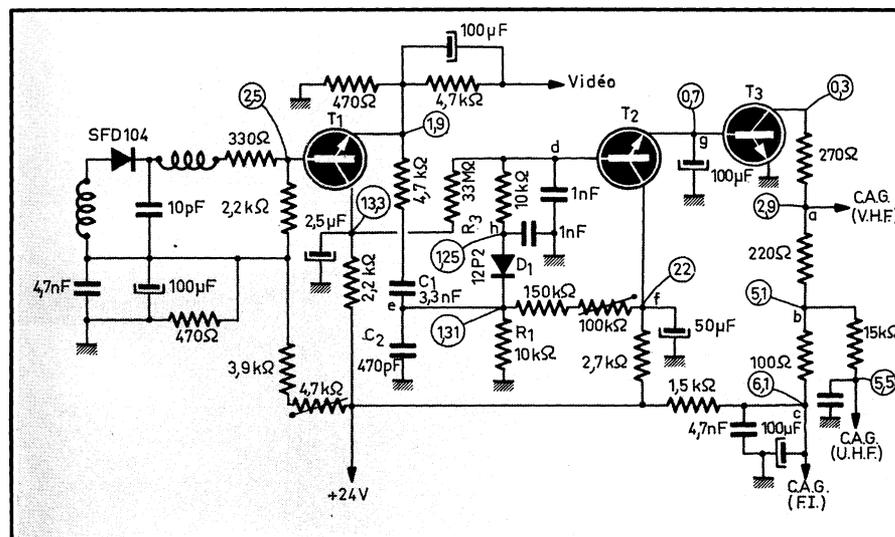

Fig. 9. — Détection vidéo et circuit de C.A.G. utilisé sur un téléviseur Ducretet.
Un autre exemple de dispositif de C.A.G. un peu particulier et très efficace est celui de la figure 9 (Ducretet). La base du transistor  $T_2$  reçoit, d'une part, la tension continue en provenance du collecteur de  $T_1$ , adaptateur vidéo en basse impédance et, d'autre part, le signal vidéo complet prélevé sur l'émetteur de  $T_1$  et appliqué à travers un filtre « passe-bande »  $R_1-C_1-R_2-C_2$ , prévu pour
Les différentes tensions du schéma de la figure 9, relevées en l'absence de tout signal, ne sont « visiblement » variables qu'aux points **a**, **b** et **c**. Partout ailleurs, les variations sont trop minimes pour être appréciées par des appareils de mesure ordinaires tels que voltmètres électroniques, par exemple.
**Tableau résumant le fonctionnement de la C.A.G. de la figure 9**